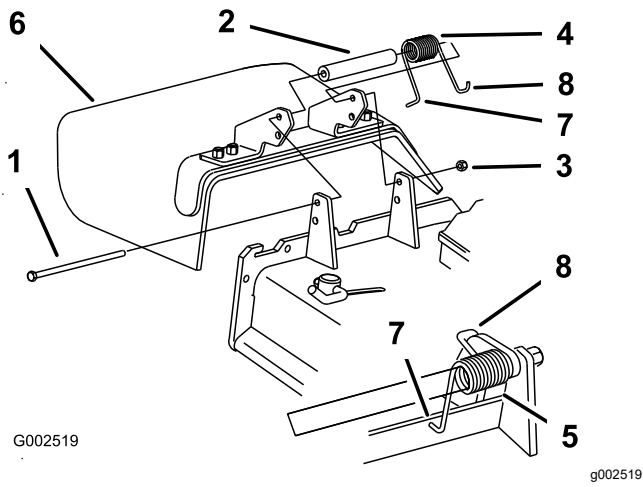

Figura 49
1. Retire la contratuerca, el perno, el muelle y el espaciador que sujetan el deflector a los soportes de pivote (Figura 49).
Nota: Asegúrese de colocar el extremo en **L** del muelle detrás del reborde de la carcasa antes de instalar el perno, según muestra Figura 49.
5. Coloque el extremo en **J** del muelle alrededor del deflector de hierba (Figura 49).